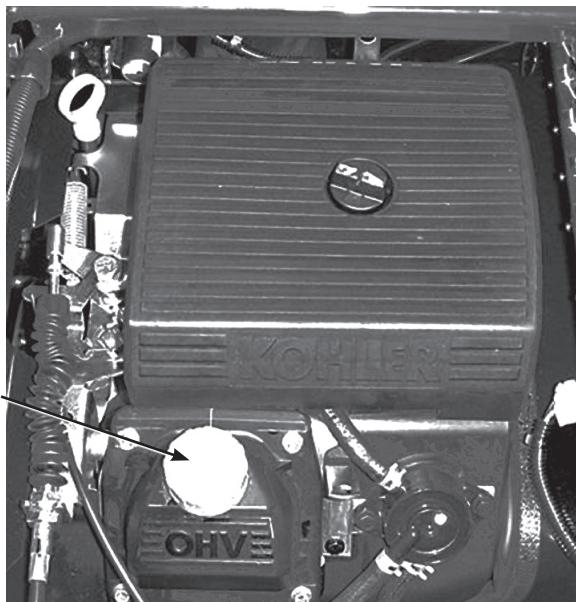

図35
8. 所要量の約 80% のオイルを補給口(図35)から入れる。